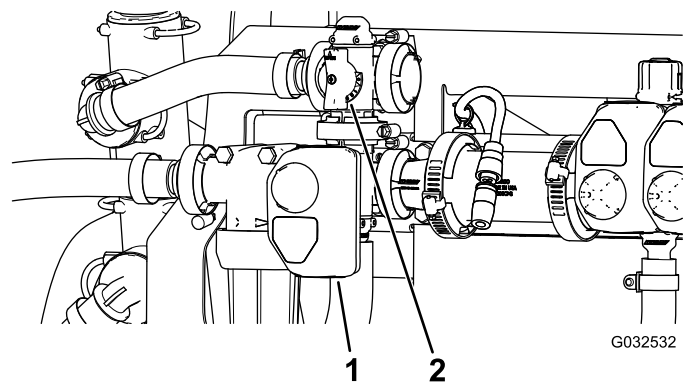

图50
10. 调整搅拌阀背面的搅拌旁通阀图50直至打药车系统压力读数为 689kPa 100psi。